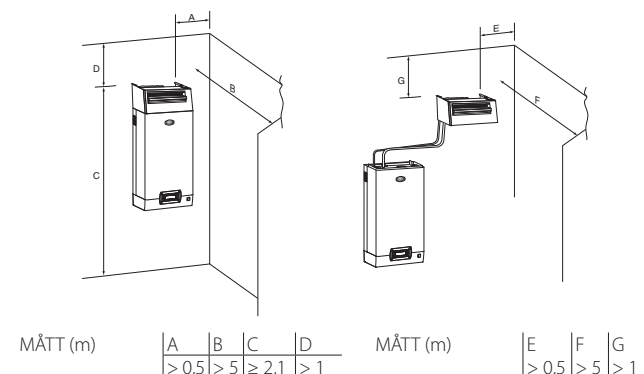

Fig. 3.c
2. L-formad fästbygel (se detalj 1, fig. 3.c) levereras med ångfördelarens modeller från DP085* till DP205*. För kortare längder kan bygeln levereras som tillval (art.nr 18C478A088).
Viktigt: För att erhålla korrekt ångdistribution är det nödvändigt att observera avstånden som anges i fig. 3.c.